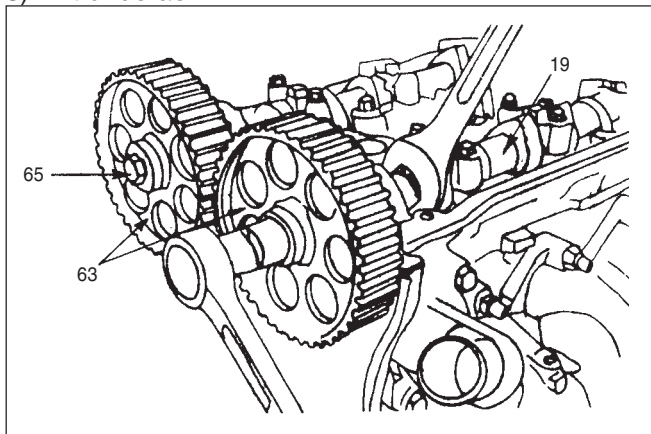

Fig. 28 Demontarea roților de distribuție
**Se demontează sau se deconectează (Fig. 28)**